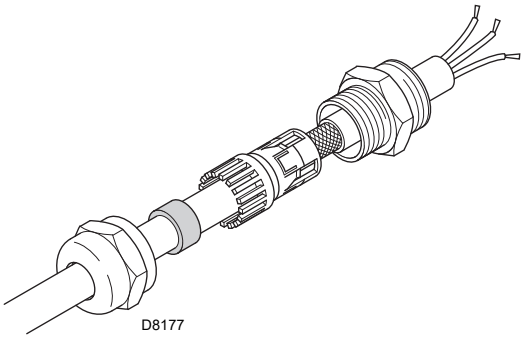

Fig. 7
- eseguire la schermatura come illustrato in Fig. 7;